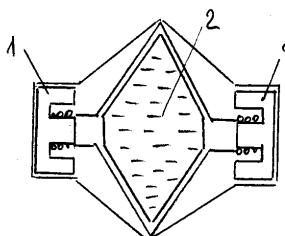

Рис.8
**Денситометр** (устройство для определения плотности жидкости) описан в патенте PCT 91/02963. На **рис.8** показано устройство, состоящее из двух динамических громкоговорителей 1, соединенных так, что между ними образуется полость 2, заполняемая исследуемой жидкостью. Непосредственного контакта жидкости с диффузорами громкоговорителей нет, между ними проложена защитная пленка. Чем больше плотности жидкости, тем с большей силой она давит на диффузоры. Из-за этого давления смещается резонансная частота громкоговорителей. Для определения резонансной частоты на катушку одного из громкоговорителей подается сигнал переменной частоты, а с катушки другого снимается. Резонанс при этом получается довольно острый, что позволяет точно измерить резонансную частоту, а следовательно, и плотность жидкости. Если в устройстве сделать впускной и выпускной патрубки, то можно оперативно измерять плотность для пропарочной жидкости.